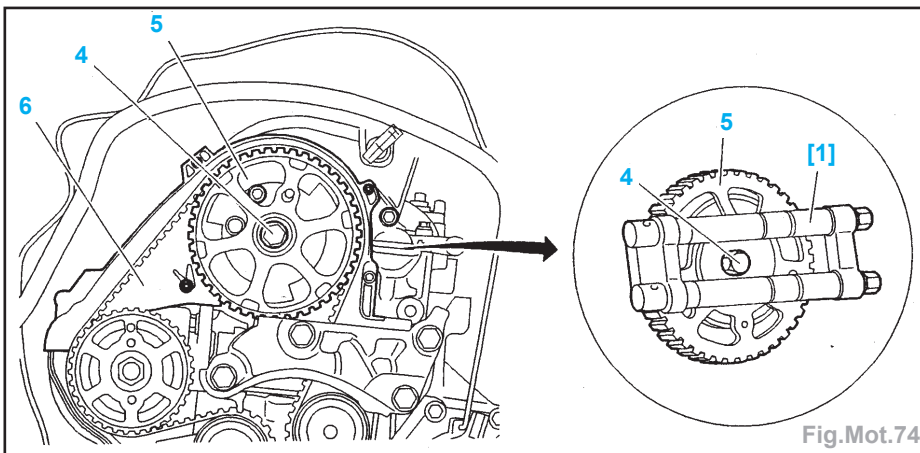

Fig.Mot.74
- Immobiliser la poulie d'arbre à cames (5) à l'aide de l'outil [1] (Fig.Mot.74).
- la vis (4),
- la poulie d'arbre à cames (5),
- le carter de distribution (6).
- Reposer (Fig.Mot.74) :
- la vis (4).